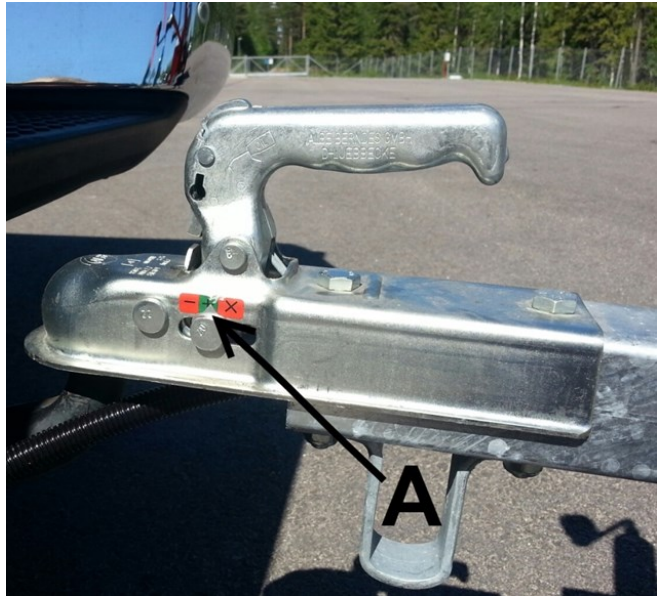

Bild 9.
3. Lyft stödhjulet till det övre läget (kapitel 2.3), vilket leder till att dragstången sjunker ner och kulkopplingen låser sig över dragkroken enligt bild 9. (Markör A är inom det gröna området, som på bild 9.)